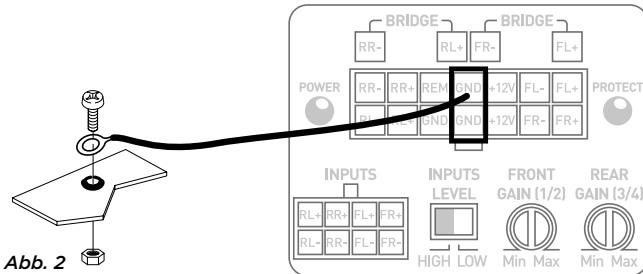

Abb. 2
- 10 - Bereiten Sie die Erdung des Gestells vor, indem Sie jede Farbspur auf der Metalloberfläche abkratzen, um eine gute Erdung sicherzustellen. Die Erdungsanschlüsse müssen so kurz wie möglich sein und IMMER an geschweißtes Metall an der Karosserie oder am Gestell des Fahrzeugs angeschlossen werden (**Abb. 2**). Der allgemein gewählte Erdungspunkt ist derjenige, der die Verbindung zwischen dem Minuspol der Batterie und dem Gestell des Fahrzeugs sicherstellt.
3.3.2 - Nehmen Sie das negative (-) Stromkabel. Dieses Kabel muss so kurz wie möglich sein und sollte idealerweise 1 Meter nicht überschreiten, um eine perfekte Verbindung zwischen dem Verstärker und dem Fahrzeuggestell sicherzustellen. Das Kabel und sein Querschnitt müssen der in 3.1 genannten Tabelle entsprechen. Finden Sie einen geeigneten Erdungspunkt und schleifen Sie ihn dann ab, um jede Spur von Farbe oder anderem Lack zu entfernen und so die Kontaktqualität zu optimieren. Durchbohren Sie das zuvor geschliffene Blech im Durchmesser, der der gewählten Schraube entspricht, und vergewissern Sie sich, dass kein Durchlauf von Tankkabeln oder einem anderen empfindlichen Element des Fahrzeugs in der Nähe ist. Schweißen und isolieren Sie (mit dem Schrumpfschlauch) das Erdungskabel am mitgelieferten Kabelausgang zu Ihrem Verstärker IMPULSE 4.320 (**Abb. 2**).